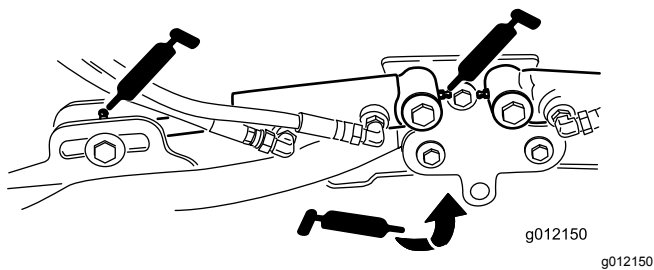

図 76
- 昇降アームのシリンダ各Cuttingユニットの2ヶ所 図 76
- 昇降アームのピボット各アームに1ヶ所 図 76